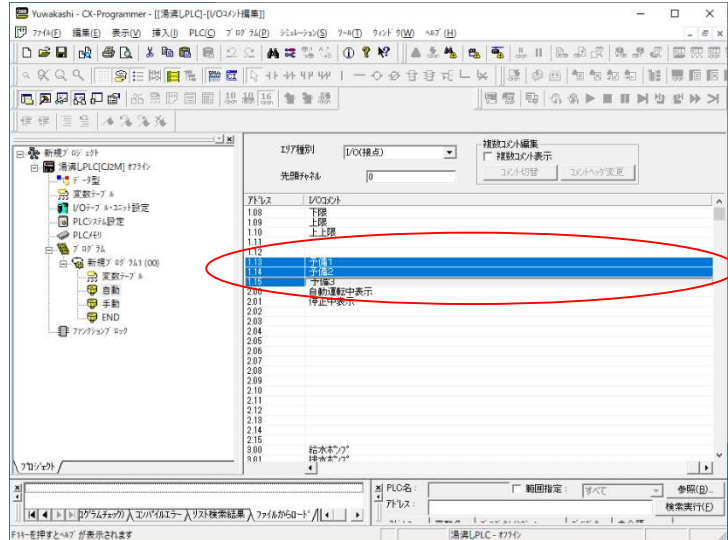

図 6-28
(1) CX-Programmer の IO コメント編集画面から必要なコメントをコピーします。(図 6-28)